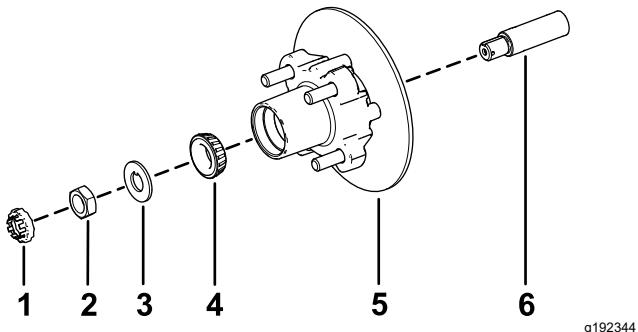

Figure 42
- Appliquez une fine couche de la graisse spécifiée sur la fusée (Figure 42).
- Montez le moyeu et le disque sur la fusée, en plaçant le disque à l'intérieur (Figure 42).
- Montez le roulement extérieur sur la fusée et poussez-le contre la bague extérieure (Figure 42).
- Placez la rondelle à languette sur la fusée (Figure 42).
- Vissez l'écrou de fusée sur la fusée et serrez-le à 15 N·m (11 pi-lb) tout en tournant le moyeu pour asseoir le roulement (Figure 42).
- Placez les plaquettes de frein de chaque côté du disque (Figure 38), puis alignez les trous du support d'étrier et les trous du support de frein sur le porte-fusée (Figure 42).